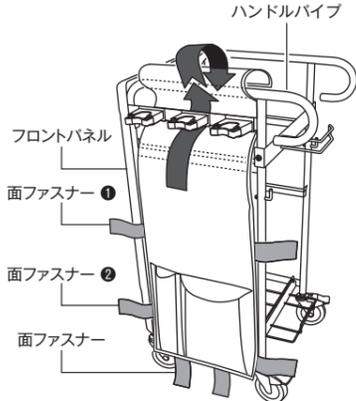

図1
①サイドカバーAをセットします
下記の図のようにモップハンガーとハンドルパイプの間に通し、ハンドルパイプを巻き込む要領で面ファスナーで固定してから、面ファスナー①と②をフロントパネルとフレームパイプの隙間に入れ固定します。(図1を参照) 残りの面ファスナーでパイプに固定してください。(面ファスナーの位置は図2を参照)
②サイドカバーBをセットします
下記の図のようにハンドルパイプを巻き込む要領で面ファスナーで固定してから、面ファスナー①と②をフロントパネルとフレームパイプの隙間に入れ固定します。(図1を参照) 残りの面ファスナーでパイプに固定してください。(面ファスナーの位置は図2を参照)